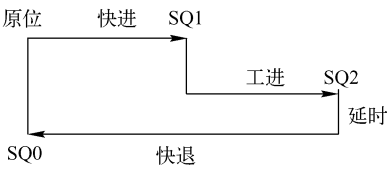

图 5-17 动力头进给运动示意图
**【例 5.2】** 动力头进给运动的示意图如图 5-17 所示。动力头初始位置在原位，当加以启动信号时，接通电磁阀 YV1，动力头快进；动力头碰到限位开关 SQ1 后，接通电磁阀 YV1 和 YV2，动力头由快进转为工进，同时动力头电机转动（由 KM1 控制）；动力头碰到限位开关 SQ2 后，电磁阀 YV1 和 YV2 失电，并开始延时 6s；延时时间到，接通电磁阀 YV3，动力头快退；动力头回到原位即停止电磁阀 YV3 及动力头电机。试根据上述运动过程，用功能图法设计梯形图程序。